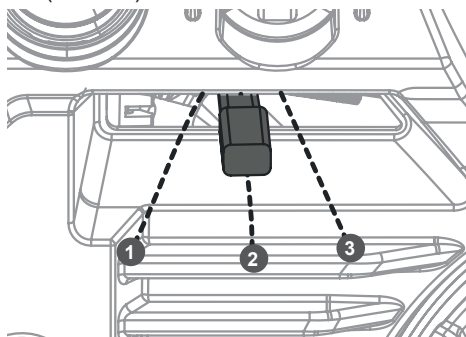

Рис. 22. Положения рычага газа
- Переведите рычаг газа сначала в крайнее левое положение 1, затем в крайнее правое 3, после чего установите рычаг в положение 2 для запуска - 1/3 хода от положения холостых оборотов в сторону максимальных (Рис. 22).
2. Рычагом газа переведите двигатель в режим холостого хода (переведите рычаг газа в положение 3 (Рис. 22).